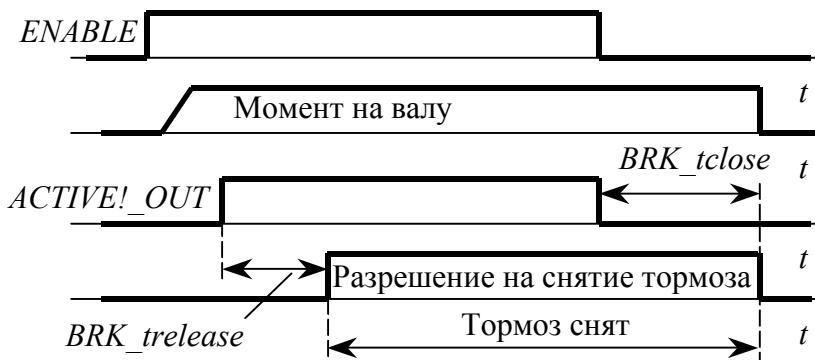
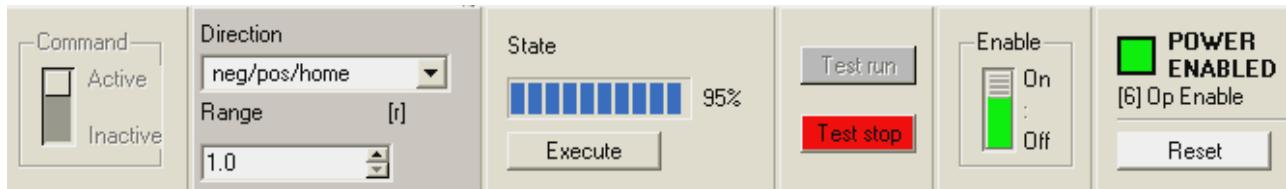

Рис. 4.3 Управление тормозом
Рис. 4.4 Панель управления *PowerSuite* в режиме автонастройки
На цифровом выходе *ACTIVE1_OUT* появляется логическая единица, как только включается выходной каскад, и двигатель начинает формировать крутящий момент (рис. 4.3). По истечении настраиваемого времени задержки *BRK_trelease* [*drC-btrE*] дается команда разрешения на снятие тормоза. После получения команды запрета на работу сервопреобразователя (*ENABLE* = 0) об-
можно активизировать как с помощью встроенного ЧМИ (все необходимые параметры расположены в меню *tun-*), так и из программы *PowerSuite* (на панели управления, рис. 4.4, доступной после подключения ПК к сервоприводу).
- 1) Направление вращения при автонастройке *AT_dir* [*tun-dir*] (список *Direction* на рис. 4.4):
- 2) Путь перемещения при автонастройке *AT_dismax* [*tun-diSt*] (поле *Range* на рис. 4.4).
В среде *PowerSuite* автонастройка запускается с панели управления (рис. 4.3), появляющейся после корректного установления связи программы с сервоприводом и выбора режима *Auto tuning* в меню *Command* окна конфигурации (рис. 4.6). Для активизации панели управления переключатель *Command* (рис. 4.4) следует перевести в положение *Activate*, а после появления диалогового окна нажать на клавиатуре *ALT+F*. Поскольку привод одновременно может находиться только в одном из режимов, после выбора одного из них меню *Command* становится недоступным. Некоторые параметры при вращающемся двигателе недоступны для изменения, поэтому настройку необходимых параметров следует производить до подачи разрешения (переключатель разрешения *Enable* должен быть в положении *Off*). После подачи разрешения (*Enable = on*) и нажатия на кнопку *Test run* привод готов к работе в выбранном рабочем режиме.
Процесс автонастройки начинается после нажатия на кнопку *Execute*, а степень его завершенности отображается в поле *State* (рис. 4.3). Выход из режима автонастройки производится нажатием на кнопку *Test stop*.